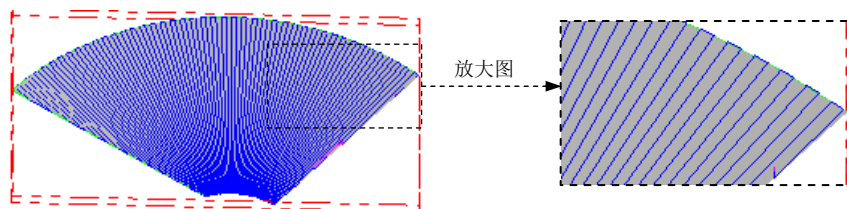

图 10.3.7 刀具路径
(2) 完成参数设置。对话框中的其他选项保持系统默认设置，单击“曲面粗加工放射状”对话框中的 按钮，同时在图形区生成图 10.3.7 所示的刀具路径。
(2) 在“路径模拟控制”操控板中单击 按钮，系统将开始对刀具路径进行模拟，结果与图 10.3.7 所示的刀具路径相同，在“路径模拟”对话框中单击 按钮。